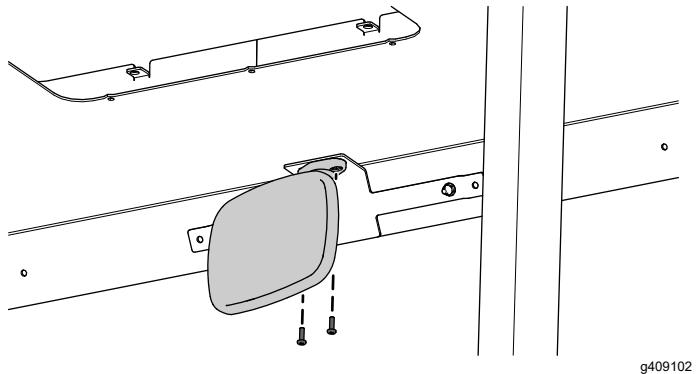

Figura 6
3. Prenda o espelho à montagem do espelho utilizando dois parafusos de cabeça Phillips (n.º 10 x $\frac{5}{8}$ pol.) como se mostra na Figura 6.